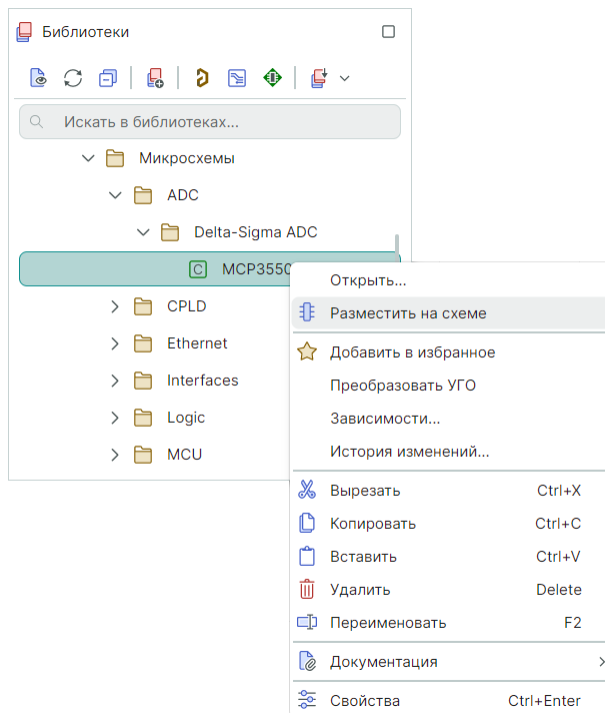

Рис. 38 Размещение компонента на схеме
2. Выберите в контекстном меню пункт «Разместить на схеме», см. Рис. 38.